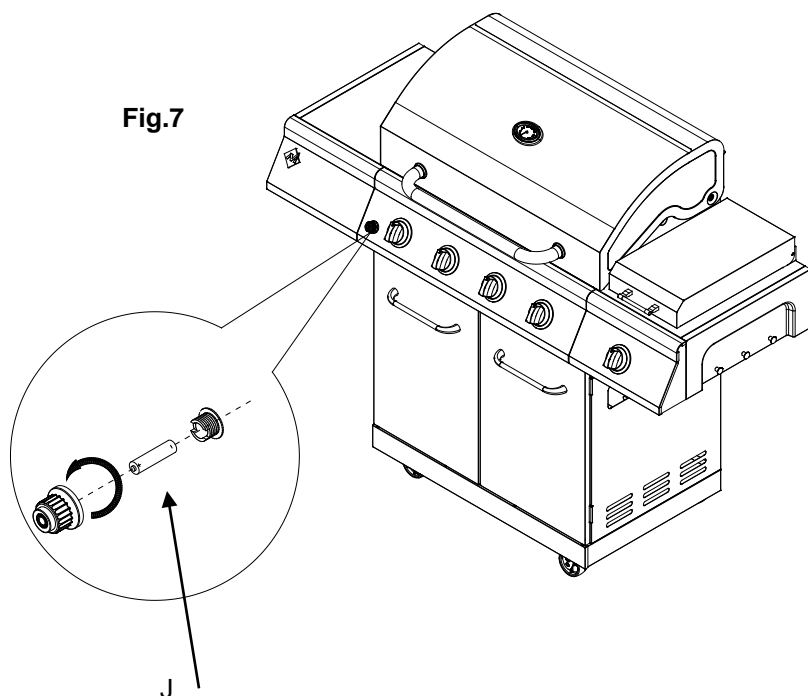

Fig.7
b) Installez la pile (J) dans la boîte d'allumage avec la borne positive face au panneau.
c) Remplacez le couvercle de la pile d'allumage après avoir installé la pile. Voir la Fig.7